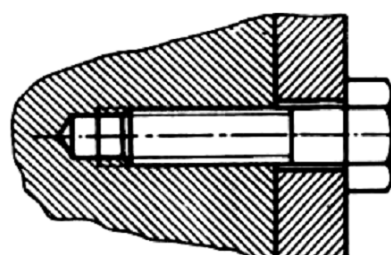

Figure 10
- F. Liaison rigide** Toute liaison ne possédant pas le caractère élastique est dite rigide (Figure 10).